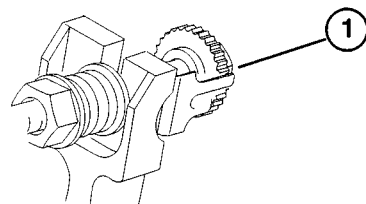

Bild 2
EINSTELLEN VON UNTER- UND SPINDELMESSERN (Bild 2–4)
1. Die Einstellung des Untermesser-Einstellrads erfordert einen 19 mm Maulschlüssel. Jede Raste des Einstellrads bewegt das Untermesser um 0,013 mm (Bild 2).